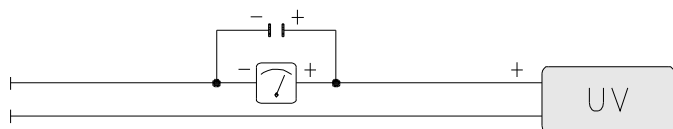

Fig. 43
**Senzor de curent electric la flacără (Fig. 43)**